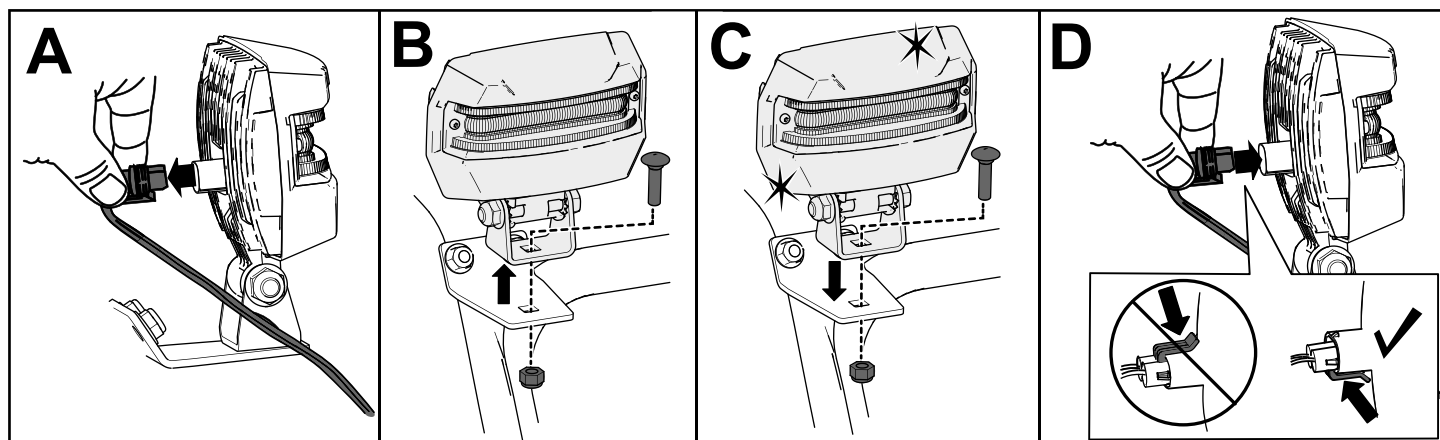

Рисунок 35
1. Отсоедините разъем провода фары с тыльной части фары (вид А на Рисунок 35).
2. Отверните болт и гайку, которые крепят фару в сборе к кронштейну фары, затем снимите старую фару в сборе (вид В на Рисунок 35).
3. Прикрепите новую фару в сборе к кронштейну фары с помощью ранее снятой гайки и болта (вид С на Рисунок 35).
4. Вставьте разъем провода фары в тыльную часть фары до его надежной фиксации на месте (вид D на Рисунок 35).